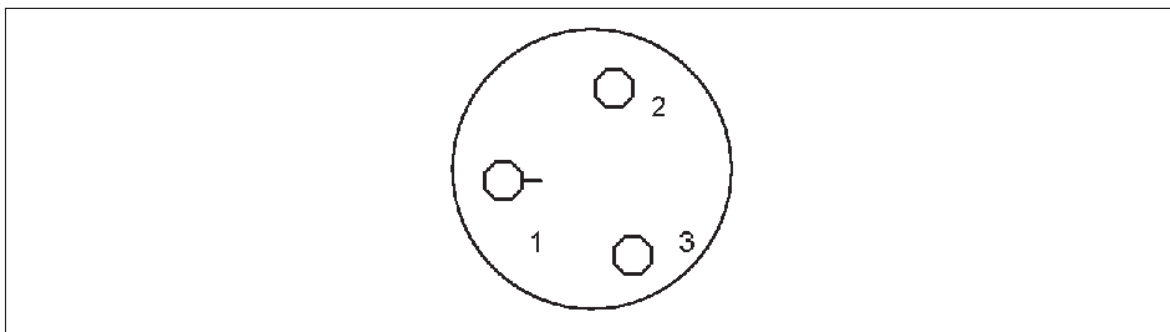

Abb. 6-5: Fernalarmanschluss bei Tiefkühlchränken
Die Konfiguration des Fernalarmanschlusses ist in (Abb. 6-5 auf S. 35) in der Rückansicht des Tiefkühlgeräts dargestellt. Innerhalb des Tiefkühlgeräts ist der Anschluss an spannungsfreie Kontakte für 24 Volt, 1 A Nennwert angeschlossen. Im Normalbetrieb, also bei eingeschalteter Netz-/Stromversorgung, ist Pin 1 mit Pin 2 verbunden, im Alarmzustand, d. h. bei ausgeschalteter Netz-/Stromversorgung, mit Pin 3.
4. Um dies zu prüfen, können Sie an den Kontakten einen entsprechend ausgelegten Durchgangsprüfer wie in der Grafik zum Fernalarmanschluss dargestellt anschließen (Abb. 6-5 auf S. 35).